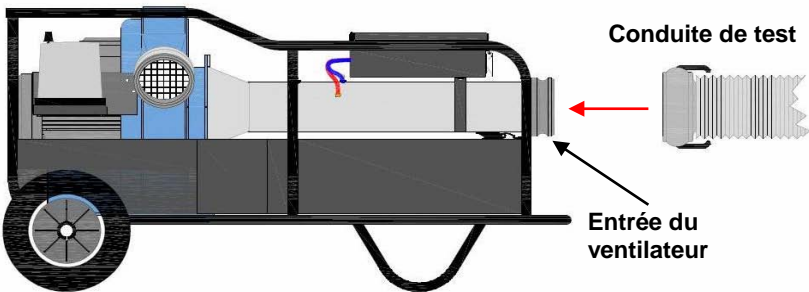

Figure 6
1. Connecter la conduite de test de 100 mm de diamètre au bout uni de la conduite d'entrée de l'unité du ventilateur (voir Figure 6).
2. Connecter le TA460-P (+) et (-) à la grille de circulation (Figure 6) **P1(+)** et **P2(-)**.